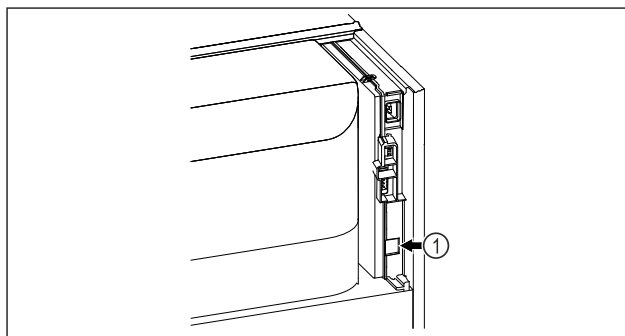

Fig. 77
- SmartModule Fig. 77 (1) ir ievietots.